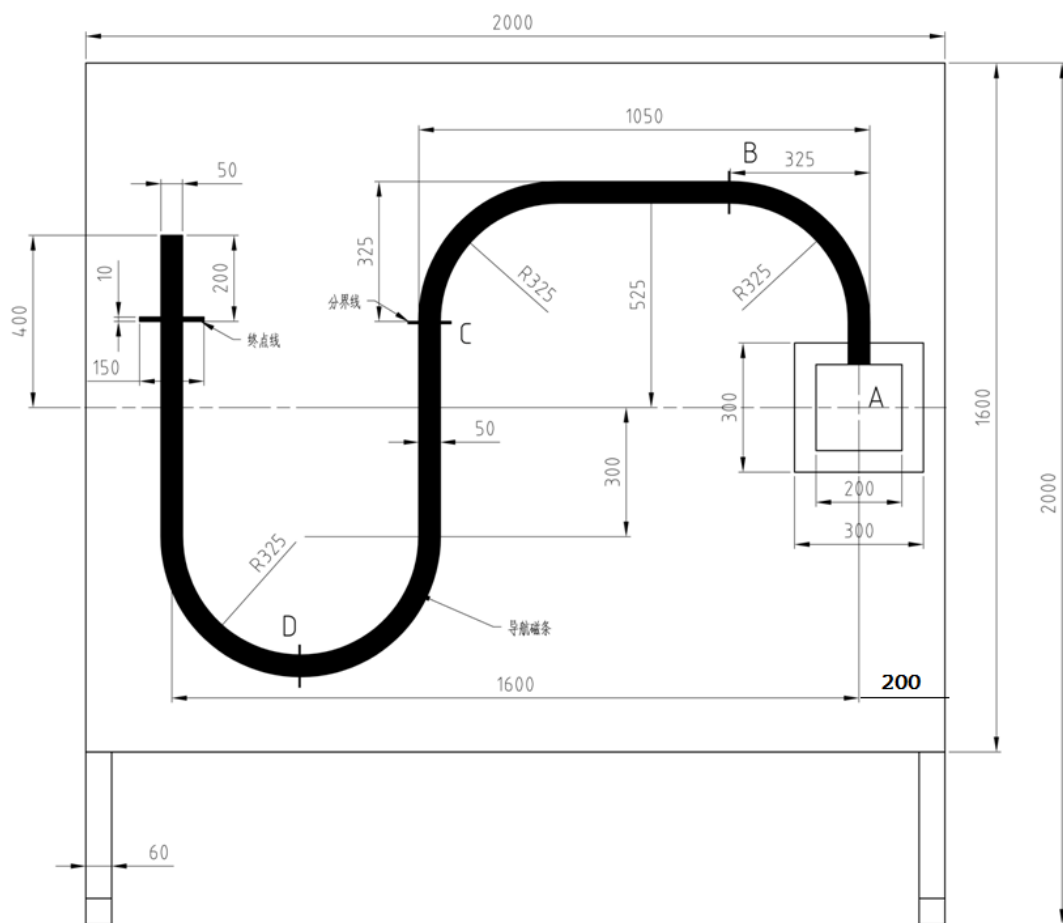

图 2 机器人爬壁比赛场地
1. 机器人爬壁比赛场地如图 2 所示，由始发区 A、导航磁条及终点区 E 组成。总体尺寸为：宽度 2000mm、高度 1600mm、腿部高度 400mm。木板材质，白色漆面，表面平整光滑，光滑程度由木板纹理及喷漆工艺决定，导向磁条为黑色，分界线、A 区边框线、终点线均为红色。